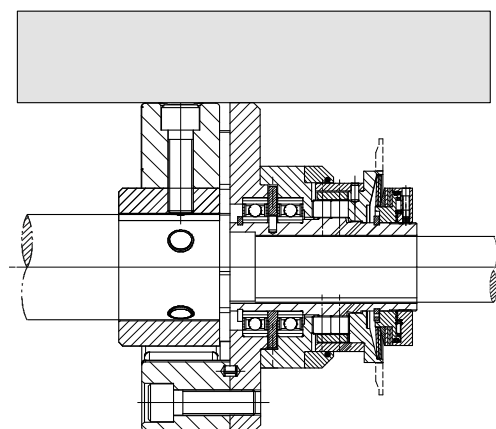

Рис. 3
Если соединяемые агрегаты не расположены соосно за счет фланцевого соединения, после монтажа муфты ее необходимо точно центрировать. Чем выше частота вращения муфты, тем точнее должна быть центровка, чтобы продлить срок службы муфты. У этого конструктивного исполнения выравнивание очень легко проверяется с помощью линейки (рис. 3). При этом наружный диаметр эластомерного кольца (10) со сторон, на которых находятся радиальные винты, должен располагаться на одной линии с промежуточным фланцем (9), причем в разных плоскостях.